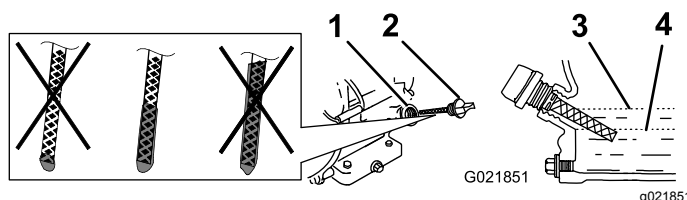

Figura 19
4. Pulite attorno all'asta di livello (Figura 19) in modo da impedire che lo sporco cada nel foro di riempimento e danneggi il motore.
6. Inserite l'asta di livello a fondo nel tubo di riempimento, ma **non avvitatela al suo interno** (Figura 19).
7. Estraete nuovamente l'asta e controllate l'estremità. Se il livello dell'olio motore è basso, versate lentamente nel foro di riempimento solo l'olio sufficiente ad alzare il livello al segno di pieno sull'asta di livello (Figura 19).